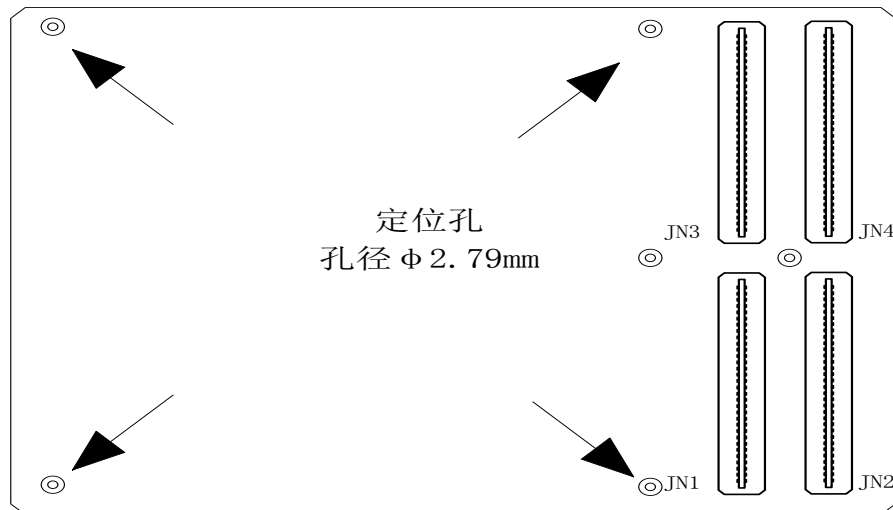

图 1 BH-FCAE 仿真测试卡安装定位图
**BH-FCAE** 仿真测试卡的安装定位孔如图 1 所示：